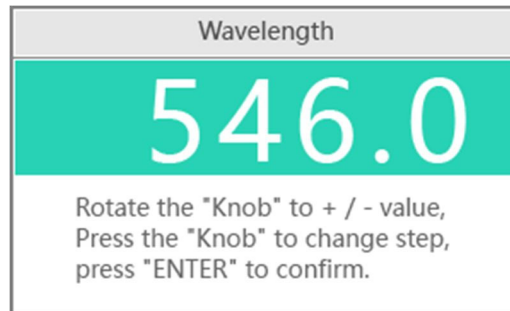

図 6-13 測定波長の設定
1. ジョグダイヤルを押すと、測定波長の設定に切り替わります(図 6-13)。ジョグダイヤルを回して測定に用いる波長に合わせ、<ENTER>キーを押して確定します。波長を合わせる際にジョグダイヤルを押すと、設定ステップを変えることができます。押すごとに、可変スピードを 20.0nm ステップか 0.5nm ステップに選択することができます。